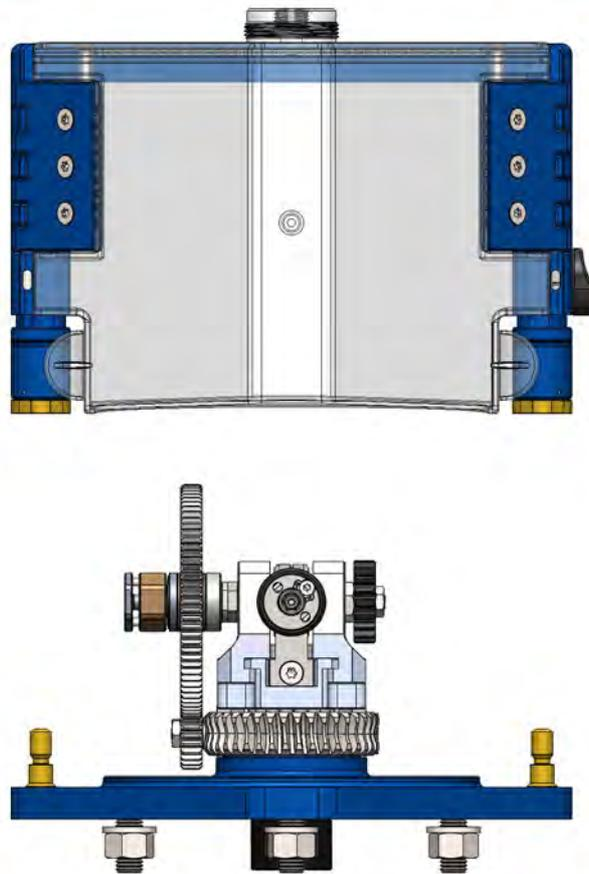

Figure 14
2. Tout en maintenant les boutons enfoncés, soulevez le couvercle. Figure 14;